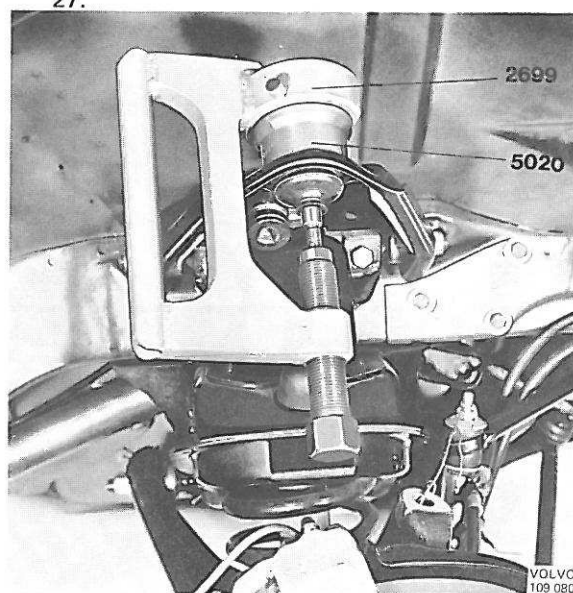

Figure 27. Démontage du joint à rotule supérieur
3. Desserrer l'écrou du joint à rotule supérieur sans l'enlever. Frapper avec un marteau sur la fusée de roue, tout autour de l'axe du joint à rotule, jusqu'à ce que ce dernier soit détaché de la fusée de roue. Enlever l'écrou et suspendre l'extrémité supérieure de la fusée de roue avec un fil afin d'éviter des tensions aux flexibles de freins, figure 27.
4. Desserrer les écrous de l'axe du triangle de commande de 1/2 tour. Soulever légèrement le triangle de commande et extraire le joint à rotule avec l'outil-presse 2699 et la douille 5020, figure 27.
3. Desserrer l'écrou du joint à rotule supérieur sans l'enlever. Frapper avec un marteau sur la fusée de roue, tout autour de l'axe du joint à rotule, jusqu'à ce que ce dernier se détache de la fusée de roue. Enlever l'écrou et suspendre l'extrémité supérieure de la fusée de roue avec un fil afin d'éviter les tensions dans les flexibles de freins, figure 27.